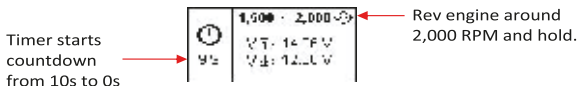
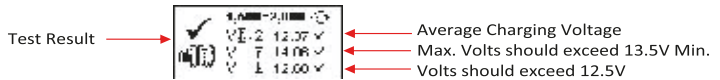

Fig.46
Fig. 47
9. Presione  tecla para continuar y por debajo de la pantalla mostrará. (See Fig.46).
10. Rev el motor a aproximadamente 2.000 RPM y mantenga, el temporizador se muestra en la pantalla (Fig.46) contará hacia atrás desde 10 segundos a 0s. Tan pronto como se llega a cero segundos, los resultados se mostrarán automáticamente como por ejemplo se muestra a continuación (Fig.47).
12. Continuar en la prueba anterior (ya sea Fig. 47, 48 ó 49); la pantalla cambia automáticamente a [Prueba de rizado Diodo] como se muestra en la Fig. 50 a continuación después de 5 segundos.